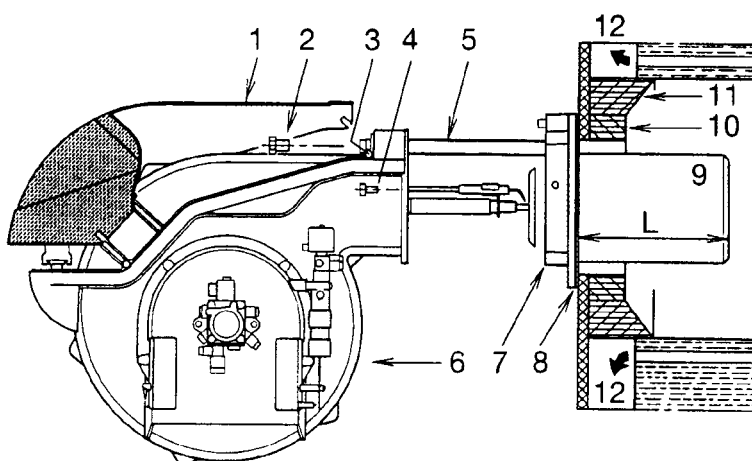

Рис. 6
2. Длина головки горелки (Рис. 6)
3. Крепление горелки к котлу (Рис. 6)
- отвинтить винт (1) и демонтировать трубу пламени (5);
- отвинтить винты (3) и демонтировать воздушную заслонку (4);
- завинтить винты (3) опоры (2);
- заново смонтировать трубу пламени (5) и зафиксировать ее винтом (1);
- после того, как сделана эта операция, зафиксировать фланец (7) (Рис. 6) к котлу, поместив между ними поставляемую изоляционную прокладку (8). Необходимо смазывать огнестойким маслом резьбу четырех винтов для избежания пригорания.